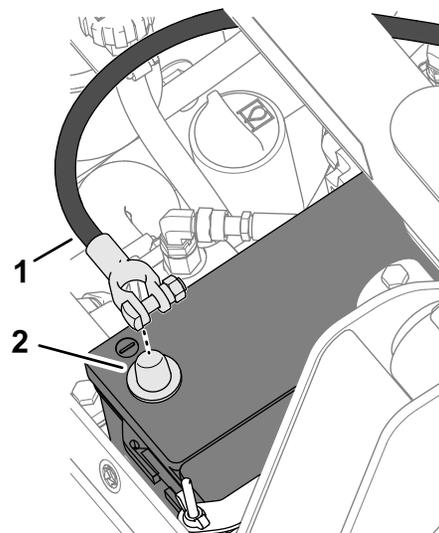

Рисунок 3
2. Ослабьте гайку и Т-образный болт, которые крепят отрицательный кабель аккумулятора к контактному штырю аккумулятора (Рисунок 3), и отсоедините кабель от аккумулятора.